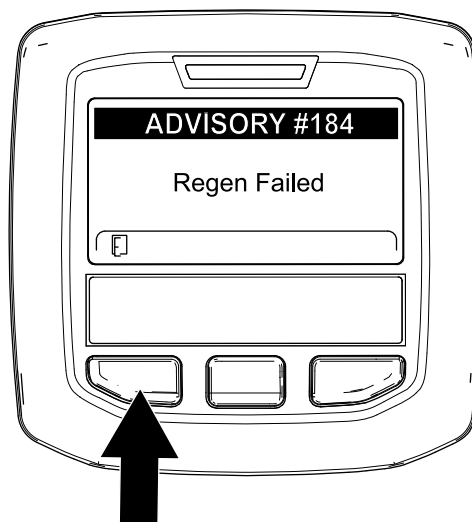

Bild 51
**Hinweis:** Wenn die Regenerierung nicht abgeschlossen wird, wird im InfoCenter „Advisory #184“ (Bild 51) angezeigt. Drücken Sie die linke Taste, um den Homebildschirm anzuzeigen.